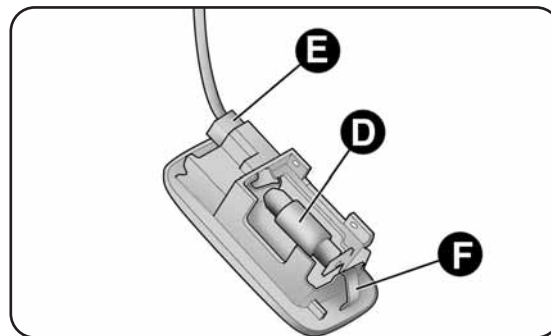

fig. 37
- ôter la protection B en la dégageant des ailettes C, remplacer l'ampoule D-fig. 37 en la tirant vers l'extérieur et en la dégageant des contacts latéraux;
- remonter le plafonnier en le montant d'abord du côté E-fig. 37, puis appuyer sur l'autre côté jusqu'au déclic de blocage de la languette F.